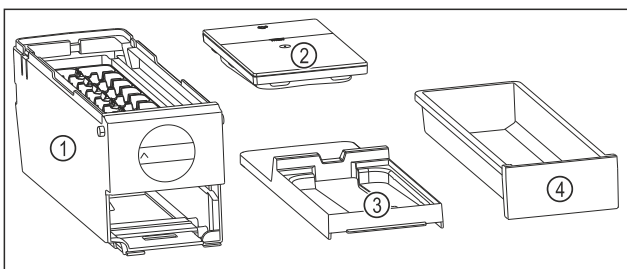

Fig. 133 Komponenter i EasyTwist-Ice
- ▷ EasyTwist-Ice er delt inn i fire deler. (se Fig. 133)
- ▶ Demonter kun delene til EasyTwist-Ice som er angitt på bildet. (se Fig. 133)
- ▶ Hoveddelen til EasyTwist-Ice Fig. 133 (1) rengjøres som en del.